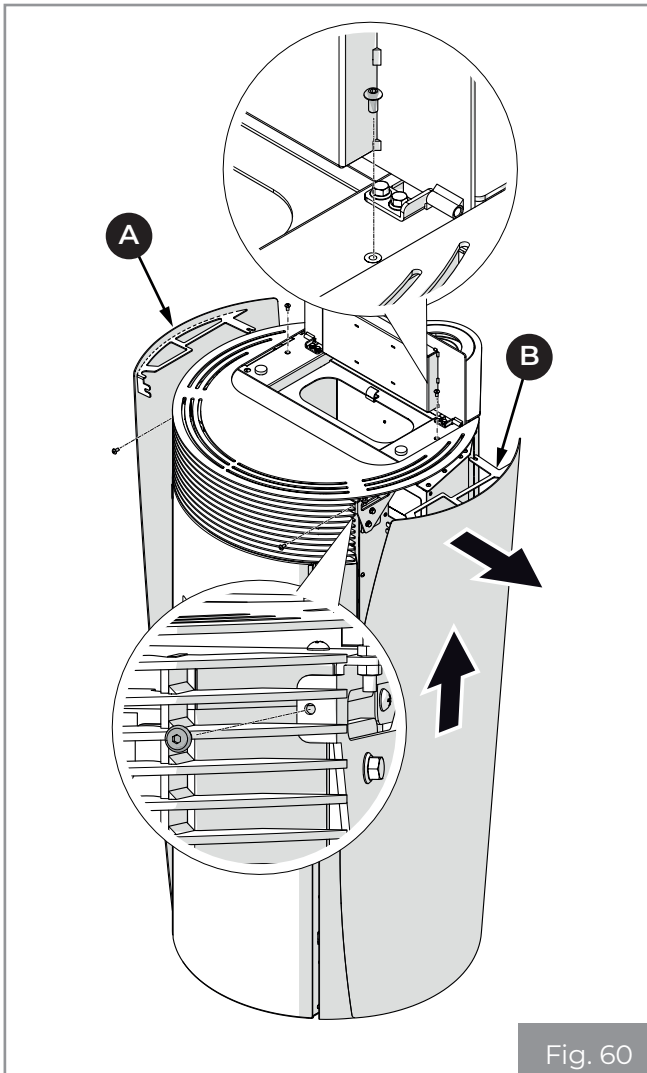

Fig. 60
- Smontare i laterali (A) e (B) (Fig. 60).